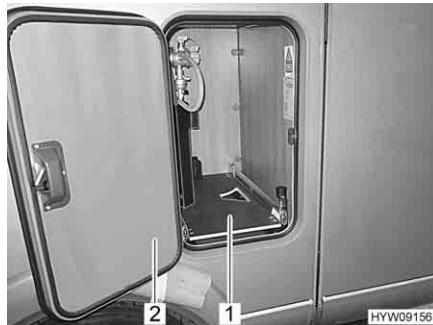

Fig. 117 Base estraibile del vano porta-bombole
- Aprire lo sportello (Fig. 117,2) del vano portabombole.
- Estrarre la base estraibile del vano portabombole (Fig. 117,1), fino a innestare nuovamente il pomello. La base estraibile del vano portabombole è ora bloccata in questa posizione.